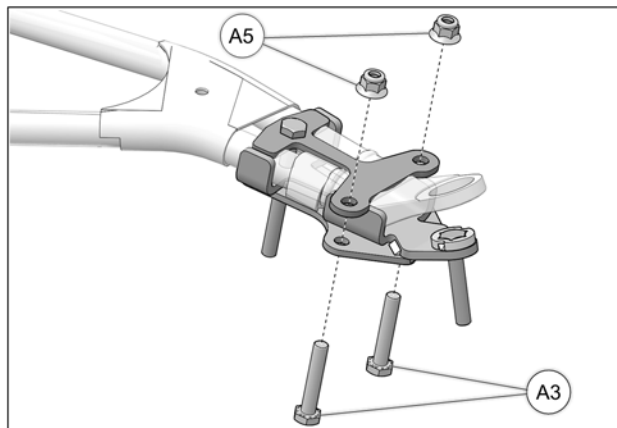

Fig. 16
7. Insérer les boulons M10x55 mm (**A3**) par le dessous de l'ancrage, comme montré ci-dessous. Assembler les deux parties avec les écrous (**A5**) fournis. Serrer l'assemblage à un couple de 50 N•m [37 lb•pi]. Voir la Fig. 16